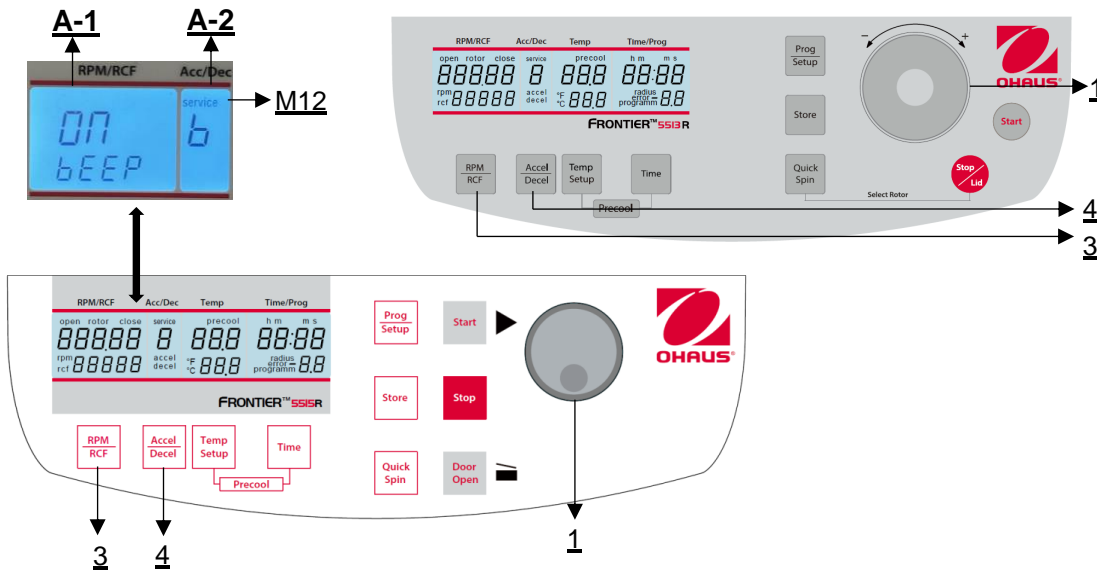

Abbildung 30
Gehen Sie wie unter Punkt 4.1.1 beschrieben vor, um in diesen Programmmodus zu gelangen und drücken Sie dann die Taste "**Accel/Decel**" (4). Im Display "**Acc/Dec**" (A-2) blinkt das Wort "**Service**" (M12). Wählen Sie nun mit dem Touch wheel (1) den Buchstaben "**b**" aus. Daraufhin erscheint in der Anzeige "**RPM | RCF**" (A-1) das Wort "**ON/BEEP**". Nach Drücken der Taste "**RPM | RCF**" (3) können Sie mit dem Touch wheel (1) den Tastatursound (On) oder (Off) ein- bzw. ausschalten (siehe **Abbildung 30**).